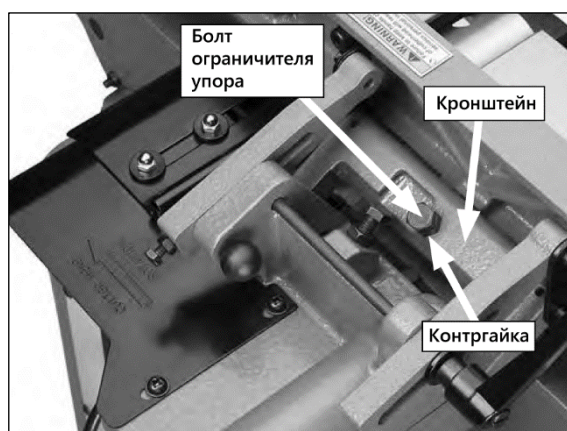

Рисунок 65.
- Открутите контргайку (рис. 65).